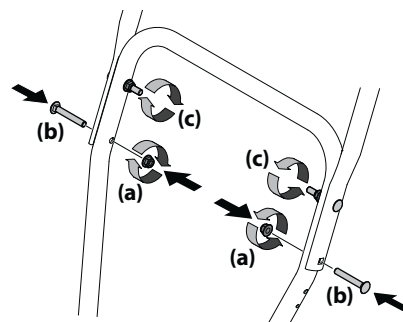

Figure 2-5
- Installez les deux boulons de carrosserie (b) et les écrous (b) retirés à l'étape 2. Terminez l'assemblage de la poignée et serrez les deux écrous supérieurs (c) desserrés à l'étape 2. Voir Figures 2-5 ou 2-6 selon les supports latéraux de votre modèle.